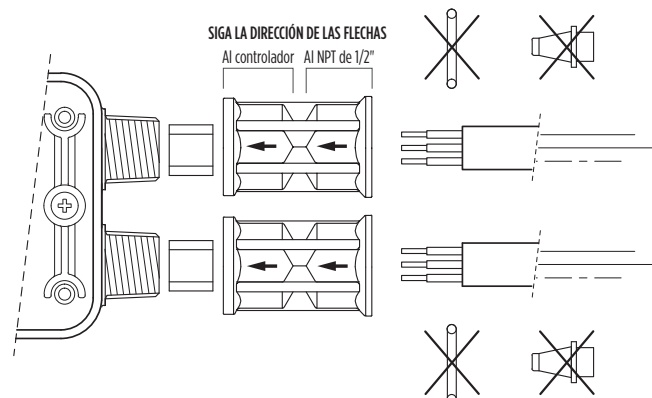
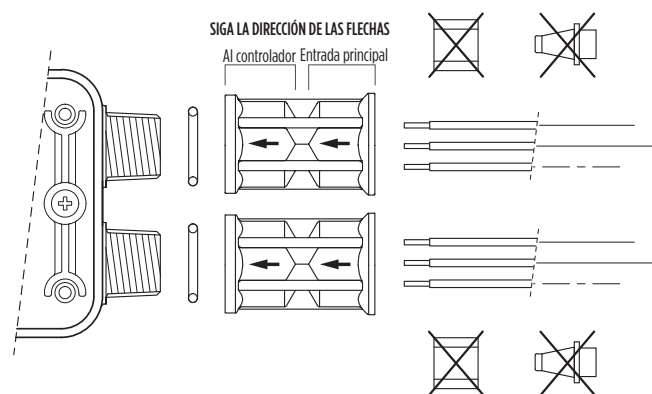

Figura 7
Figura 8
5. Si se instala en entornos húmedos, se requieren cables impermeables (Figura 7) o un accesorio de conducto flexible (Figura 8) (no suministrado) para asegurar que el gabinete mantenga una clasificación tipo 4 de hermetismo. Instale los cables impermeables o el conducto flexible en las tuercas del conducto delante del suministro de alimentación y de los conectores del motor (Figuras 7 y 8).
Se deben utilizar cables impermeables o el conducto flexible y los accesorios para mantener la clasificación tipo 4 (Figuras 7 y 8). Si utiliza cables impermeables para llevar el cable eléctrico a la bomba (Figura 7), apriete el conector del cable/conducto suministrado a un par de 106 in-lb (13 Nm).
Si utiliza accesorios de conducto flexible para llevar el cable eléctrico a la bomba (Figura 8), apriete el conector de cable/conducto suministrado a un par de 106 in-lb (13 Nm), comprimiendo la junta tórica contra la carcasa exterior del control de flujo.